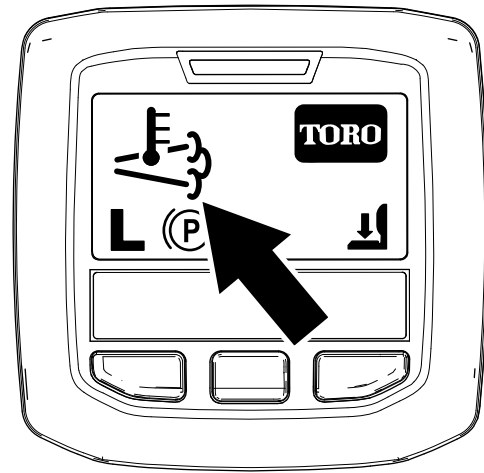

Bild 64
- () wird im InfoCenter angezeigt (Bild 64).